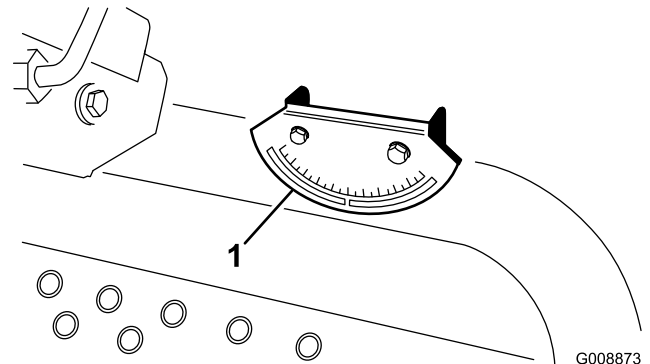

**Bild 6**
2. Stellen Sie sicher, dass die Maschine waagrecht steht, indem Sie einen Hand-Winkelanzeiger (im Lieferumfang der Maschine enthalten) auf die Rahmenquerträger in der Nähe des Kraftstofftanks legen (Bild 6).